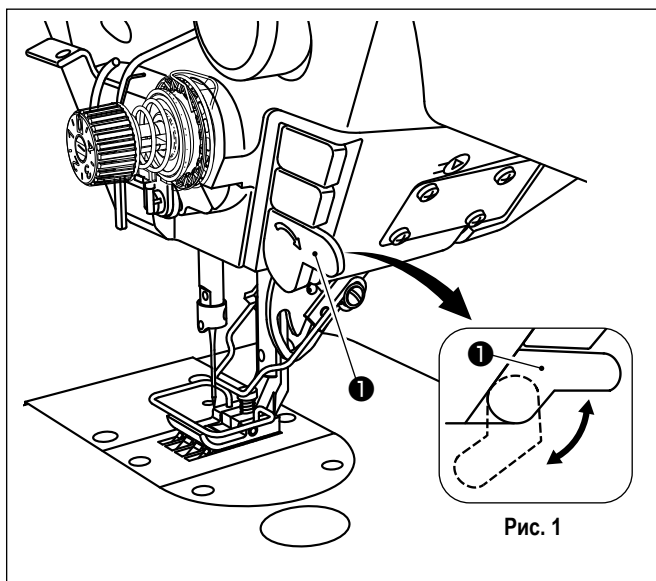

Рис. 1
* Ручной переключатель ❶ может использоваться в двух различных положениях его поворотом. (Рис. 1)